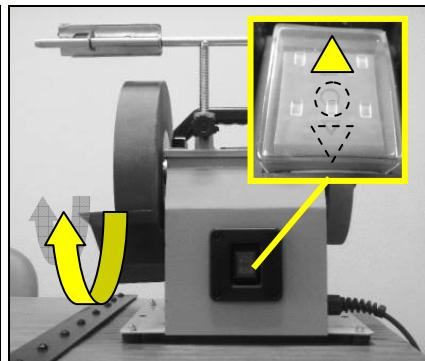

Fig 25
- la flèche en haut : la meule et le disque tourneront vers le haut lorsque vous êtes placé face à l'interrupteur (Fig 25).